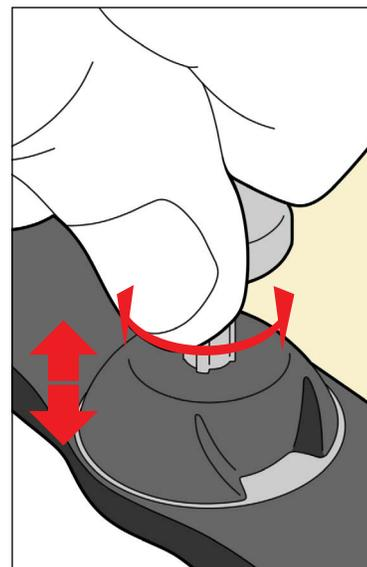

Fig. 3
- Defina a altura de alinhamento desejada, com a máscara termoplástica frontal colocada no paciente ou não, girando o pino. Gire no sentido horário para aumentar a altura ou anti-horário para diminuir a altura. (Fig. 3)